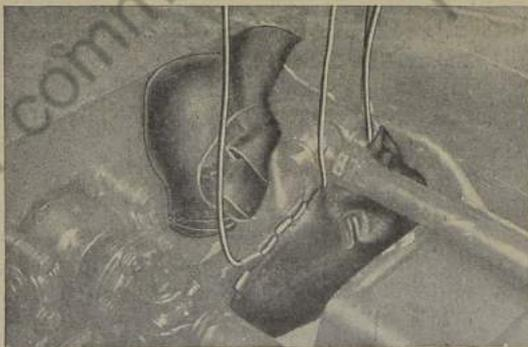

Bild 521: Schutzhülle für Lenkumschaltung aufschnüren und abnehmen
2. Leder- bzw. Gummischutzhülle für die Lenkumschaltung lösen bzw. abschrauben und nach oben abnehmen (Bild 521).